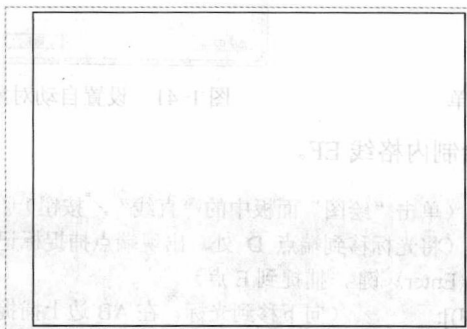

图 1-38 绘制图框
3. 在命令行中输入 `Z` 后按 `<Enter>` 键, 然后输入 `A` 后按 `<Enter>` 键, 将图形全部显示, 如图 1-38 所示。